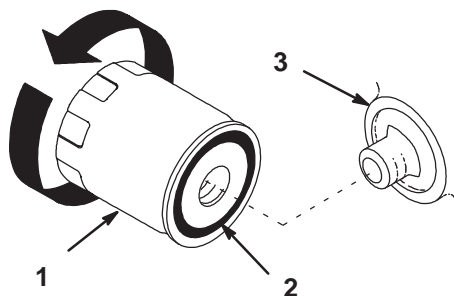

Figure 37
2. Déposez le filtre à huile usagé et essuyez la surface du joint de l'adaptateur (Fig. 37).
4. Appliquez une fine couche d'huile neuve sur le joint en caoutchouc du filtre de rechange (Fig. 37).
5. Posez le filtre à huile de rechange sur l'adaptateur. Tournez le filtre dans le sens horaire jusqu'à ce que le joint rejoigne l'adaptateur, puis donnez 1/2 tour supplémentaire (Fig. 37).